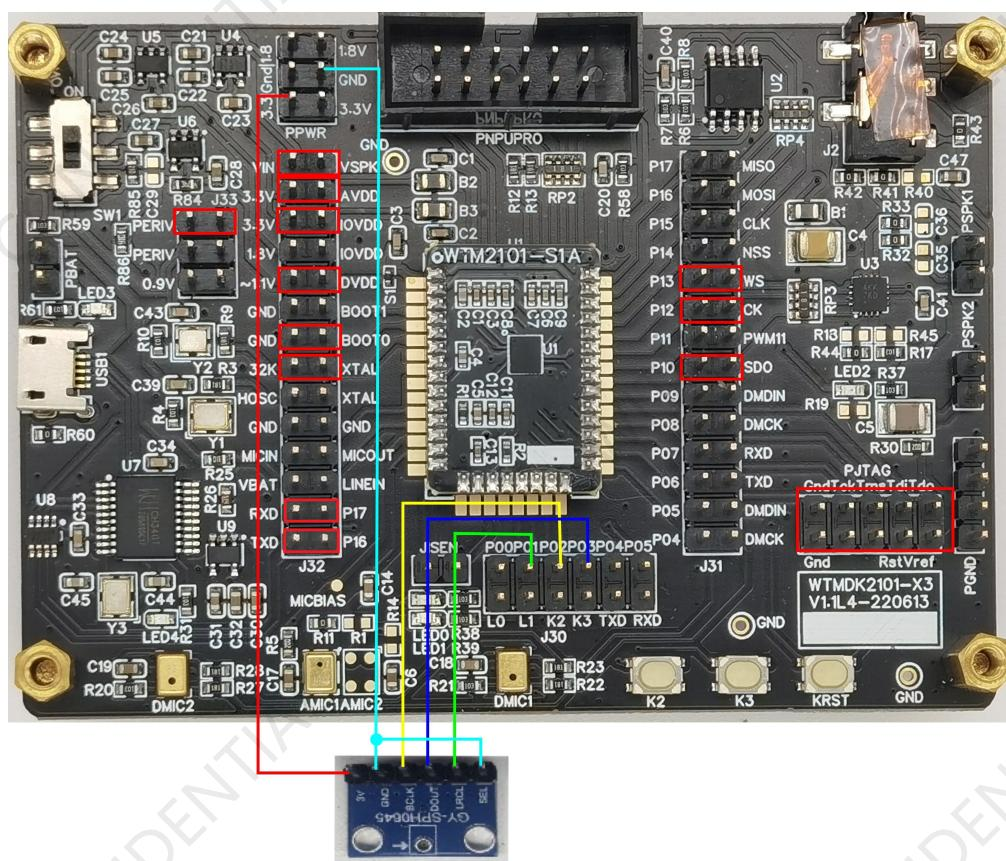

图2. example2 测试接线示意图
• 测试 example2：将 J31 排针的 P10 与 SDO, P12 与 CK, P13 与 WS 相连接，将 J30 排针的 P03 与 GY-SPH0645 的 DOUT, P02 与 BCLK, P01 与 LRCLK 相连接;将 X3底板 3.3v 与 GY-SPH0645 的 3v, GND 与 GND, GND 与 SEL 相连接,如图2所示；